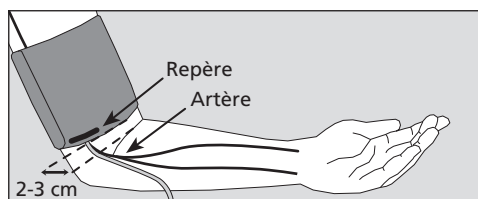

fig. 2
- ➔ Enfilez le brassard ouvert de manière à former un anneau sur le bras jusqu'à ce que le bord inférieur du brassard se trouve à environ 2-3 cm au-dessus du creux du coude. Le brassard doit être placé de manière que le repère se trouve sur l'artère (fig. 2).